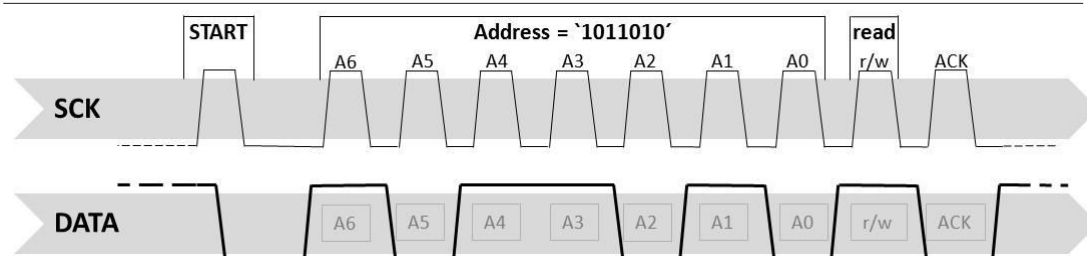

图2：第一个字节由主机发送，包含地址和读写位（0xB5），从机通过拉低数据信号线来发送一个应答信号（ACK）。
4.1.4 接口协议 标准的I2C规范用于IAQ-engine/TVOC接口协议。I2C总线主机要求7个字节。这七个字节包含了关于室内空气质量的值信息，IAQ-engine/TVOC状态和传感器的电阻值。如果只需要当前空气质量的数值和状态，主设备应从IAQ-engine/TVOC读取前三个字节。所有字节汇报如下表所示。iAQ-engine 模块的标准I2C通信的图形描述如图2–图5所示。